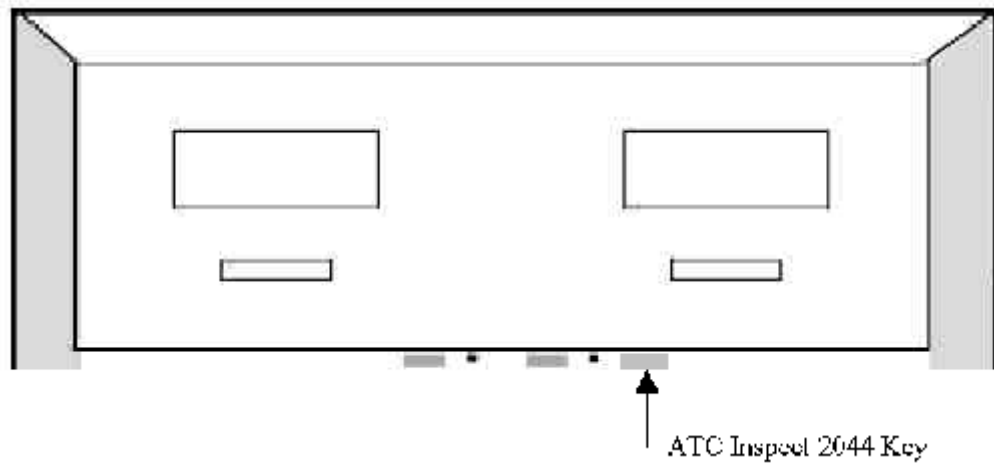

Figure 5 Model/modèle Century
1. Turn keyswitch number 2044 on junction box side ¼ turn to enter inspection mode (See FIG.5).
1. Tourner l'interrupteur à clé numéro 2044 du côté de la boîte de jonction 1/4 de tour pour entrer dans la mode inspection (Voir le FIG.5).